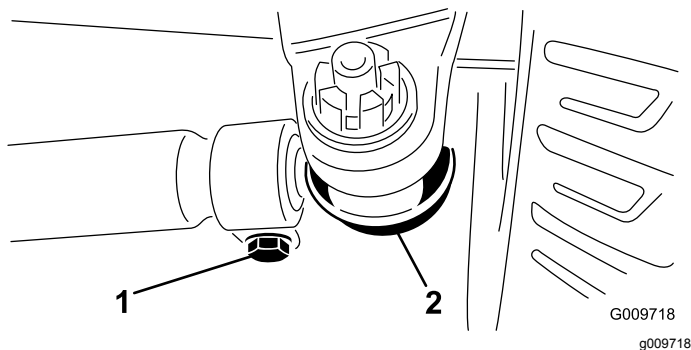

Figura 54
2. Per regolare, togliete la coppiglia e il dado da uno dei giunti a sfera del tirante (Figura 54).
4. Allentate i fermi su entrambe le estremità dei tiranti (Figura 54).